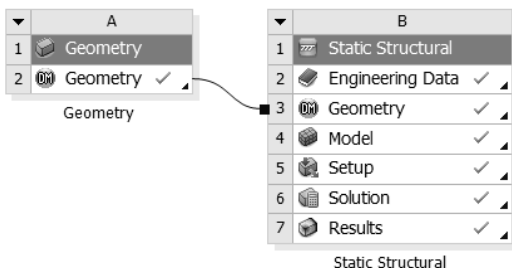

图 13-39 项目管理区中的分析项目
Step1：单击 Mechanical 界面右上角的 （关闭）按钮，退出 Mechanical，返回到 Workbench 主界面。此时主界面的项目管理区中显示的分析项目均已完成，如图 13-39 所示。